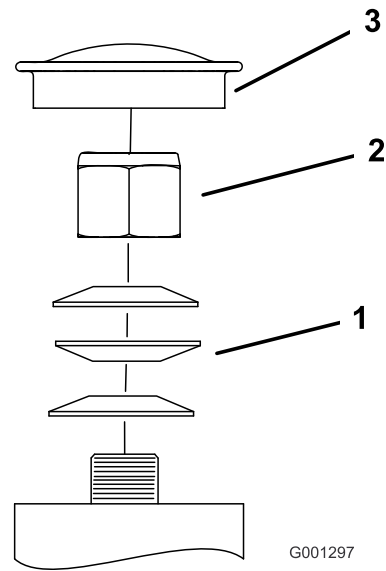

Figura 65
3. Retire el tapón anti-polvo de la rueda giratoria y apriete la contratuerca (Figura 65).
4. Apriete la contratuerca hasta que las arandelas de muelle estén planas, luego afloje 1/4 de vuelta para establecer la pre-carga correcta de los cojinetes ().Figura 65
Importante: Asegúrese de que las arandelas de muelle están correctamente instaladas, según se muestra en Figura 65.
5. Coloque el tapón anti-polvo (Figura 65).